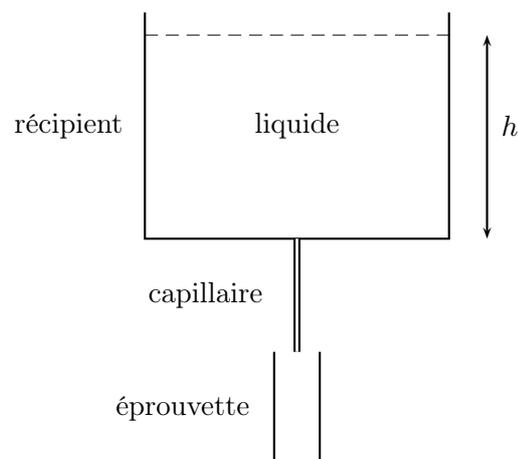

FIGURE 4.4 – Schéma de principe du Viscosimètre capillaire.
**Exercice 38.** Nous souhaitons mesurer la viscosité dynamique  $\mu$  d'un liquide à l'aide d'un viscosimètre capillaire représenté à la figure 4.4. Cet appareil est constitué d'un large récipient fixé sur un support et contenant le liquide à étudier. Ce récipient présente à sa base un orifice permettant l'écoulement du liquide à travers un tube très fin de diamètre  $d$  de sorte que le régime soit permanent et laminaire. Une éprouvette jaugée permettant de recueillir  $50\text{mL}$  de liquide est placée sous ce tube. La hauteur de liquide  $h$  dans le récipient large peut être supposée constante pendant la mesure. Nous considérons un fluide  $i$  ( $i = 1$  ou  $2$ ) de masse volumique  $\rho_i$ , de viscosité cinématique  $\nu_i$  et dont le temps de remplissage de l'éprouvette est  $t_i$ .